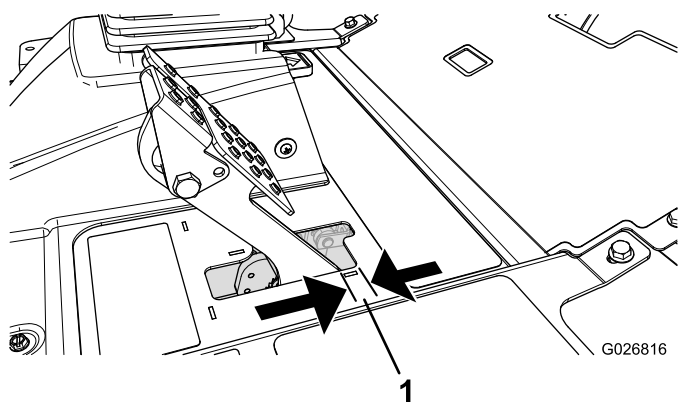

Figura 84
Regolate i freni se il pedale ha un "gioco" superiore a 2,5 cm (Figura 84), o quando è necessaria maggiore forza di tenuta. Per gioco s'intende la distanza che il pedale percorre prima che si avverta la resistenza della frenata.
2. Serrate il dado posteriore per spostare indietro il cavo, finché i pedali del freno non hanno un gioco compreso tra 6,3 e 12,7 mm (Figura 84), prima che la ruota si blocchi.